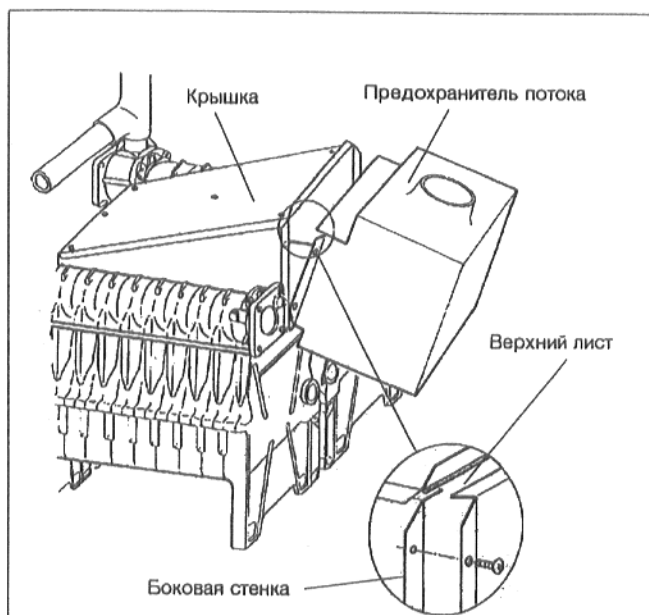

Рис. 19
- Предохранитель потока привинчивается посредством 6 коротких самонарезных винтов к боковым стенкам коллектора отходящего газа. При монтаже необходимо обеспечить, чтобы верхний лист предохранителя потока находился между разделительной перегородкой и боковыми стенками или крышкой (рис.19).